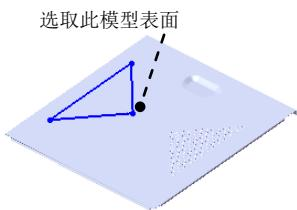
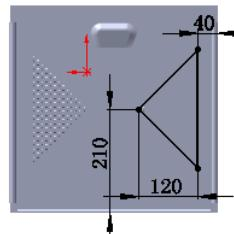

图 17.12.47 草图 2 及草图平面
图 17.12.48 横断面草图
Step17. 创建图 17.12.47 所示的草图 2。选取图 17.12.47 所示的模型表面作为草图平面，绘制图 17.12.48 所示的横断面草图。